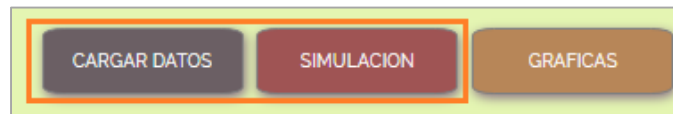

Figura 11. Botón de cargar datos e inicio de simulación.
8. Cargue los datos ingresados con el botón “**cargar datos**” e inicie la simulación haciendo click en el botón “**simulación**” (ver figura 11). El software realizará la simulación del movimiento del bloque impulsado por el resorte.